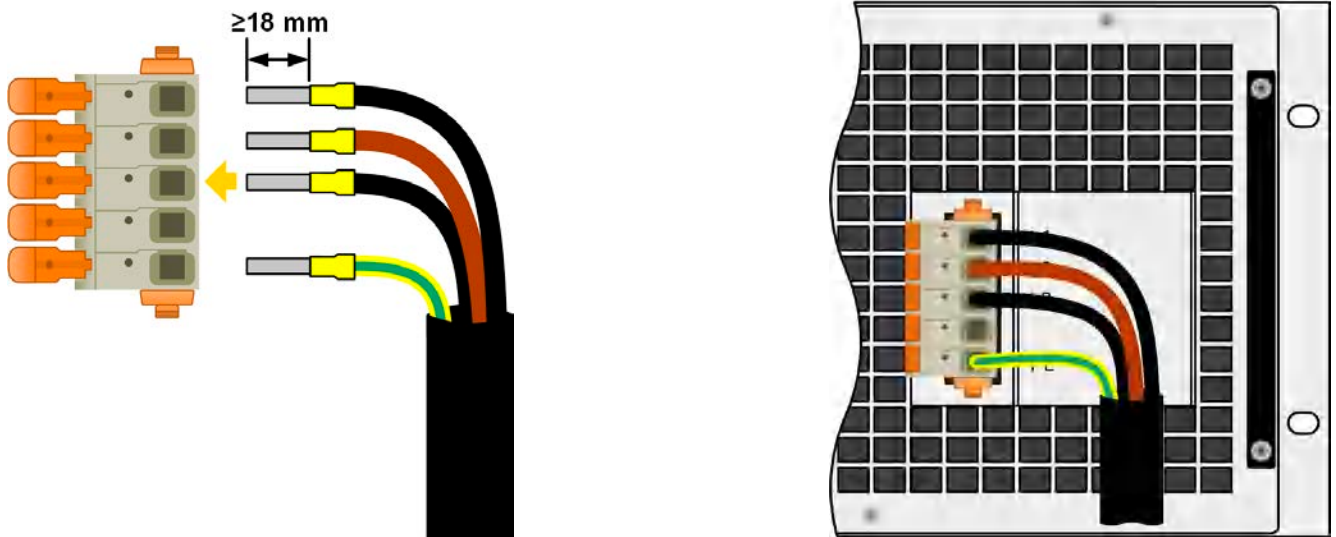

图 8 - 配4根导体的交流线范例（欧版色标，标配清单不含此部件）
- 远程感测仅在恒压 (CV) 操作模式有效, 而对于其它调整模式, 感测输入端应悬空, 因为连接后会增加震荡趋势。
- 感测线跟电源之间要+与+, -与-相连, 否则会损坏它们的感测输入端。见下面图8范例。